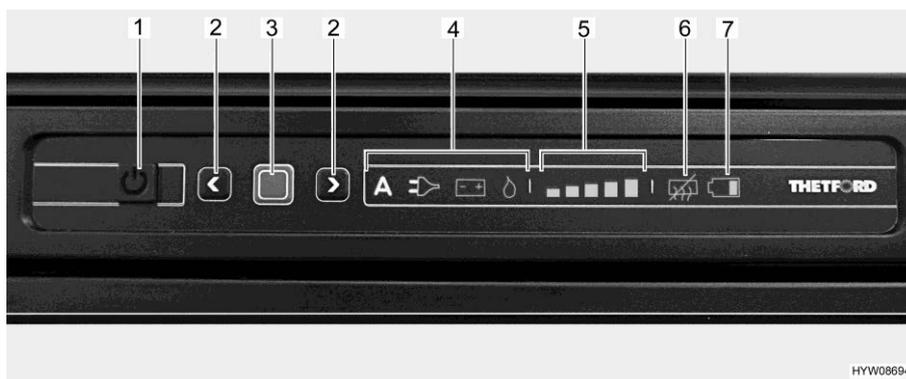

Fig. 134 Panneau de commande DEL (réfrigérateur Thetford)
- Appuyer sur la touche Marche/Arrêt (Fig. 134,1) pendant 1 seconde. La touche s'allume en vert. L'affichage devient plus sombre pour des raisons d'économie d'énergie au bout d'env. 10 secondes.
- Appuyer sur la touche de confirmation (Fig. 134,3). Le dernier mode de fonctionnement qui a été choisi est affiché.
- Appuyer sur la touche de confirmation (Fig. 134,3) pendant env. 2 secondes. Les symboles des modes de fonctionnement clignotent.
- Sélection manuelle d'énergie : Sélectionner la source d'énergie désirée avec les touches fléchées (Fig. 134,2).
- Sélection automatique d'énergie (uniquement sur le modèle à sélection automatique d'énergie) : Sélectionner le mode de fonctionnement "A" avec les touches fléchées (Fig. 134,2).
- Confirmer la sélection avec la touche de confirmation (Fig. 134,3).
- Appuyer de nouveau sur la touche de confirmation (Fig. 134,3). L'affichage du degré de réfrigération (Fig. 134,5) clignote.
- Pour changer le réglage, appuyer sur les touches fléchées (Fig. 134,2) jusqu'à ce que le réglage désiré soit affiché.
- Appuyer sur la touche Marche/Arrêt (Fig. 134,1) pendant env. 2 secondes. Toutes les lampes s'éteignent. Le réfrigérateur est coupé.
Lorsque le réfrigérateur est mis en marche, il choisit automatiquement le dernier réglage du thermostat qui a été choisi. Ce réglage peut cependant être corrigé manuellement à l'aide des touches fléchées (Fig. 134,2). Il faudra attendre quelques heures jusqu'à ce que le réfrigérateur ait atteint sa température normale de réfrigération. Le réglage du thermostat est conservé en cas de commutation sur un autre mode de fonctionnement.